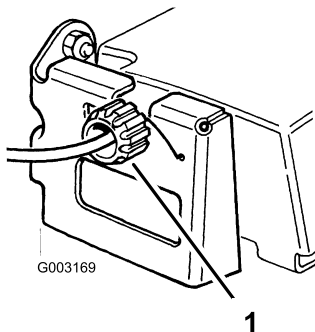

Figura 28
2. Gire el mando de control en el sentido de las agujas del reloj 1/2 vuelta si el cortacésped no avanza. Si el cortacésped avanza lentamente, gire el mando 1/2 vuelta en el sentido opuesto a las agujas del reloj para aflojar la correa (Figura 28).